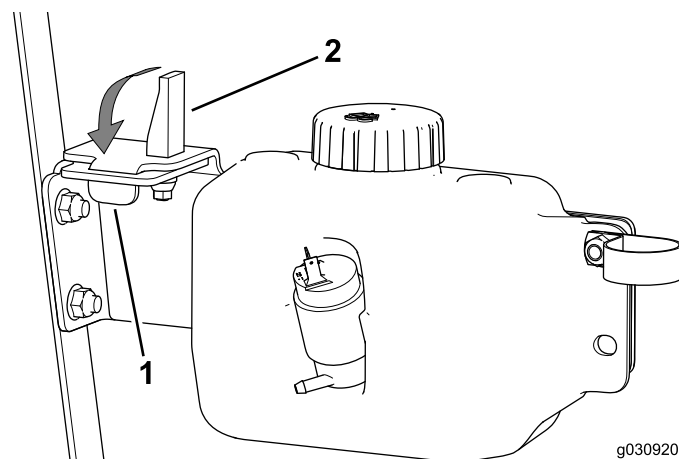

Figure 34
5. Insérez la languette dans la fente et la bague du loquet à expansion dans le trou de la patte de montage du réservoir (Figure 34).
6. Abaissez le loquet à expansion (Figure 34).